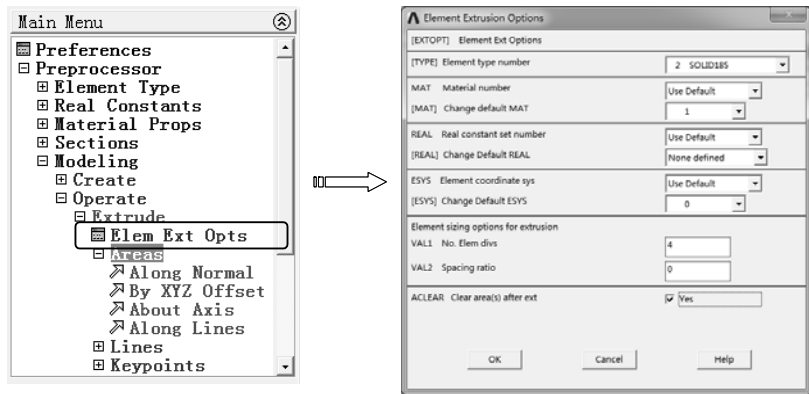

图 7-226 设置单元拉伸选项
3) 选择“Main Menu>Preprocessor>Modeling>Operate>Extrude>Elem Ext Opts”命令，弹出“Element Extrusion Options”对话框，在“Element type number”选中“2 SOLID185”，在“No. Elem divs”文本框中输入4，选中“Clear area(s) after ext”为 yes，单击“OK”按钮完成单元拉伸选项设置，如图 7-226 所示。